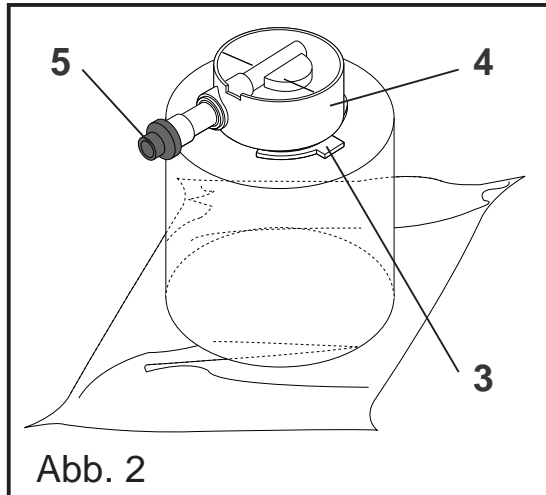

Abb. 2
- Behälter auf den Kopf stellen und durch Drehen am Pulverschluß (5) und Klopfen auf den Boden des Dosiersystems Kaffeereste entfernen. (Abb.2)
- Spannring am Griff (3) lösen. (Abb.2)
- Dosiersystem (4) vorsichtig entfernen. (Abb.2)
- Papier in den Siebplattenhalter führen, ca. 15 cm über den hinteren Rand ziehen und Rollenhalter wieder einsetzen. (Abb. 2)